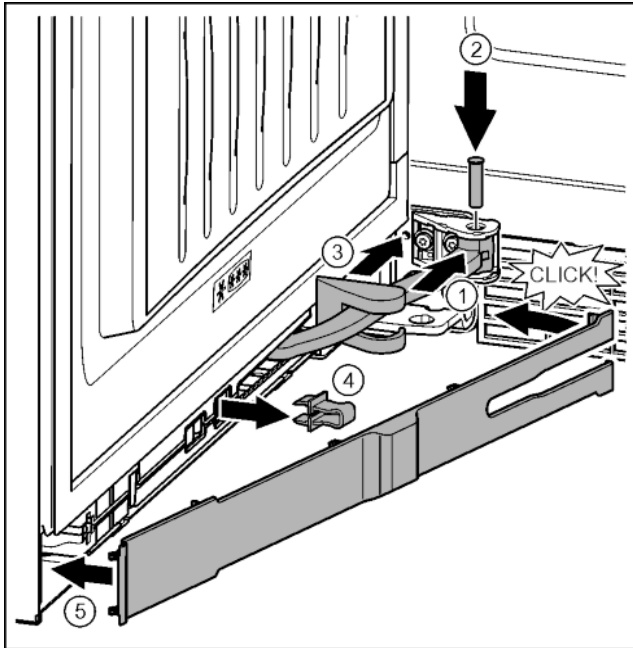

Fig. 42
- ▶ Gelenk in Aufhängung drehen. Fig. 42 (1)
- ▶ Bolzen mit einem Schraubendreher T15 in Aufhängung und Gelenk einsetzen. Dabei darauf achten, dass der Rastnocken korrekt in der Nut sitzt. Fig. 42 (2)
- ▶ Lagerbockabdeckung entlang des Gelenks schieben und über der Aufhängung montieren. Fig. 42 (3)
- ▶ Sicherung abnehmen. Fig. 42 (4)
- ▶ Blende griffseitig ansetzen und einschwenken. Fig. 42 (5)